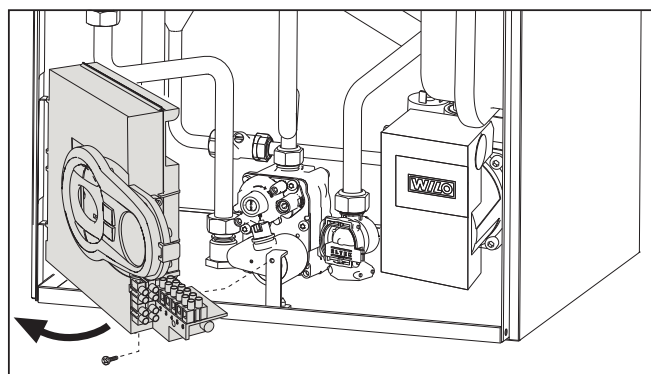

fig. 21
2. Desfaceți șurubul și rotiți panoul de comandă (vezi fig. 21).